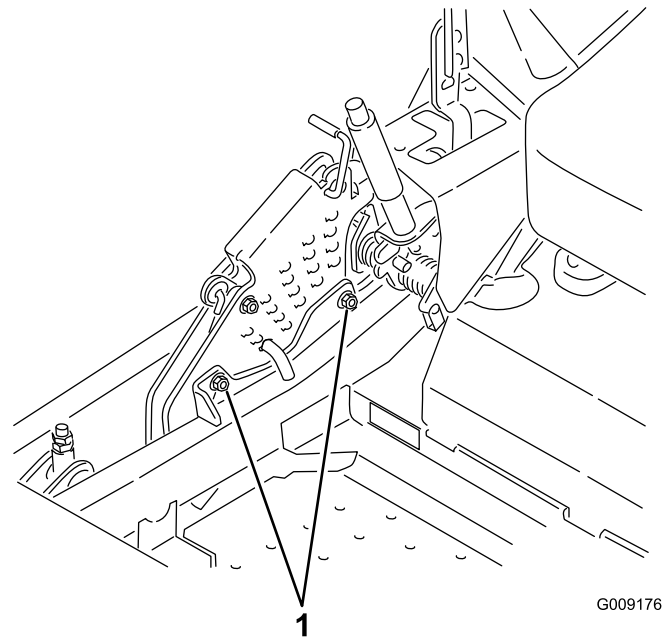

Figura 85
- 12. Para ajustar el sistema de ajuste de un solo punto, afloje los dos pernos situados cerca del borde inferior de la pletina de altura de corte. Consulte Figura 85.
14. Apriete los dos pernos situados cerca del borde inferior de la pletina de altura de corte (Figura 85). Apriete a 37–45 Nm (27–33 pies-libra).